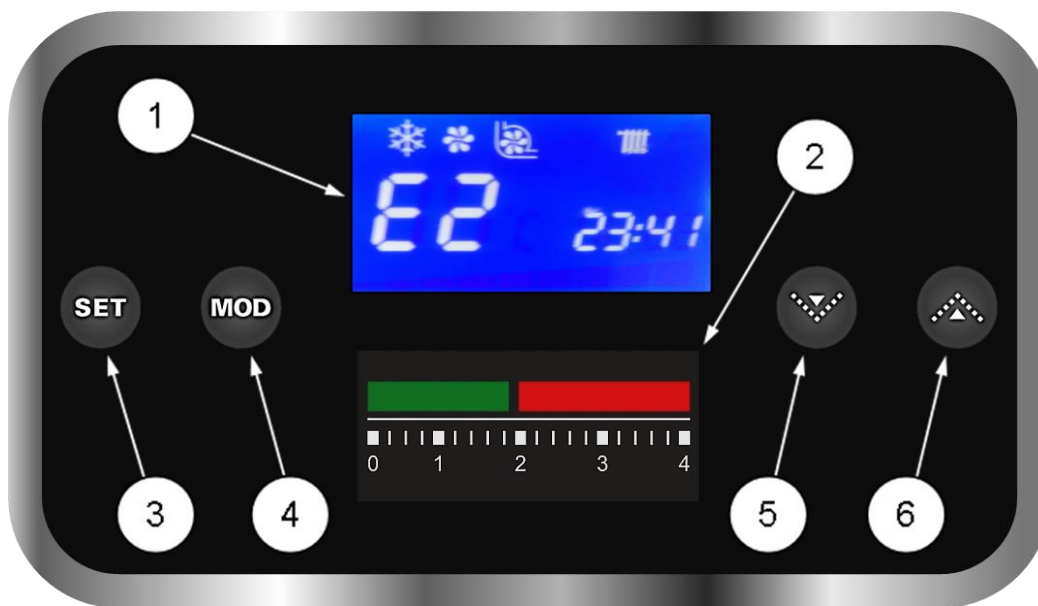

Рис. 39 Панель управления котлом.
На передней панели котла расположена панель управления (См. Рис. 39).
- Проверьте по манометру (См. Рис. 39) на панели управления котлом давление теплоносителя (ОВ) в котле и СО.